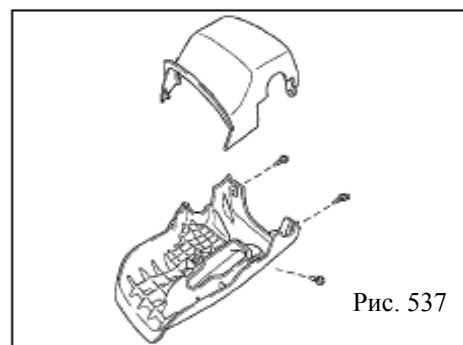

Рис. 537
14. Демонтируйте верхний кожух рулевой колонки (рис. 537)
15. Демонтируйте нижний кожух рулевой колонки (рис. 537)